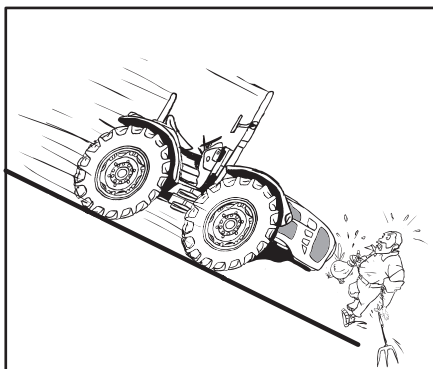

Abb. 2.24
- Einen Gang eingelegt lassen. Abhänge nie bei ausgekuppelter Kupplung oder im Leerlauf fahren (Abb.2.24).